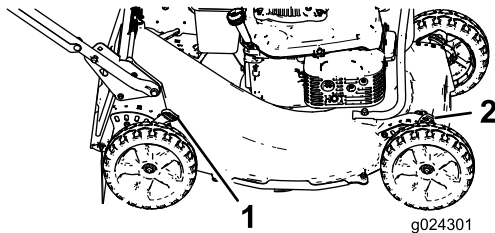

Figura 12
1. Puxe a alavanca da altura de corte em direção à roda (Figura 12) e desloque para a definição pretendida.